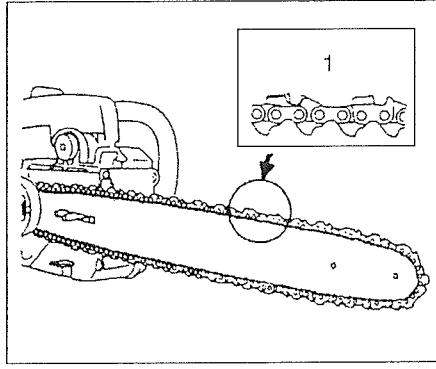

Fig.1-3
4. Confirm the direction of saw chain (1) is correct as in the figure, and align the chain on the sprocket. (Fig. 1-3)
4. Vérifiez si la direction de la chaîne est correcte comme indiqué sur la figure et alignez la chaîne sur le pignon (Fig. 1-3).
4. Verificare che la catena della motosega (1) sia orientata correttamente come mostrato nella figura, e allineare la catena sulla ruota dentata. (Fig. 1-3)
4. Die Kette (1) in der abgebildeten Ausrichtung um das Kettenrad legen. (Fig. 1-3)
4. Confirmar que la dirección de la cadena sea correcta como se indica en la figura y alinear la cadena sobre la rueda dentada. (Fig. 1-3)
4. Kontrollera att sågkedjan (1) är vänd åt det håll som bilden visar och sätt därefter kedjan på kedjedrevet. (Fig. 1-3)